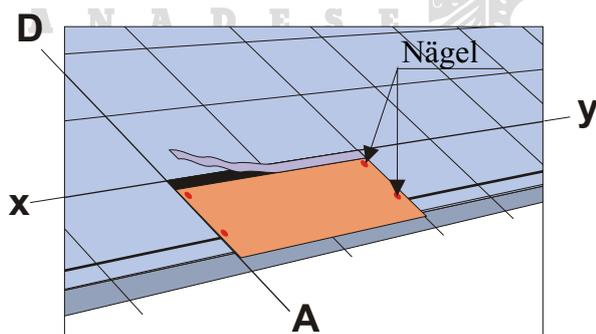
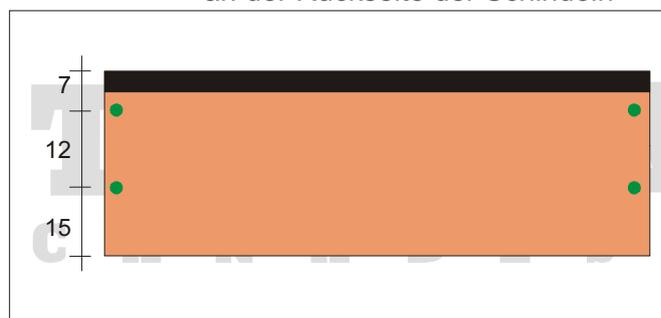
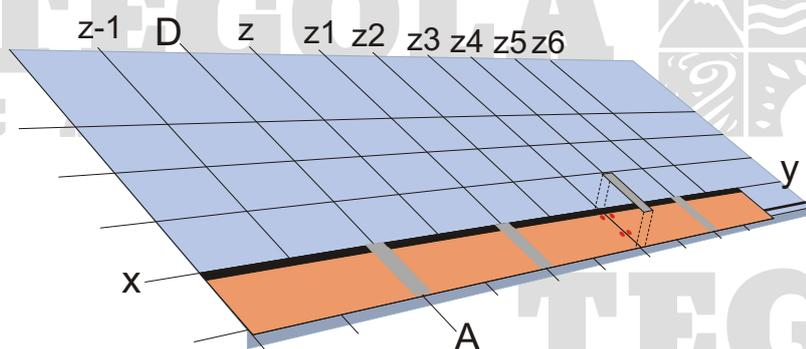
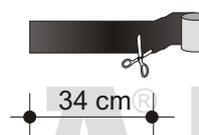

Abb.4 Verlegung der ersten Schindel Compact
Abb. 5 Befestigung der ersten Reihe Compact Schindeln
Abb. 6 Aufbringen des Compact Strips
Abb. 7 Zuschneiden des Compact Strips
- Die Schindeln für die Anfangsreihe werden an die Gerade AD angelegt (Abb.4) und wie auf Abb.5 mit Edelstahl-Nägeln befestigt;
- Vor der Verlegung der nächsten Schindelreihe muß der Schutzfilm über den Selbstklebe-Streifen entfernt werden (Abb.4). Der Selbstklebe-Streifen COMPACT STRIP muß vor der Verlegung, auf 34 cm zugeschnitten, vorbereitet werden (Abb.7), und wird dann jeweils über den Stoß verlegt, um diesen abzudichten (Abb.6). Der Selbstklebestreifen Compact Strip muß gut haften und wird mit der Hand noch zusätzlich fest aufgepresst. Auf keinen Fall darf der weisse Schutzfilm an der Oberfläche des Compact Strips abgezogen werden.